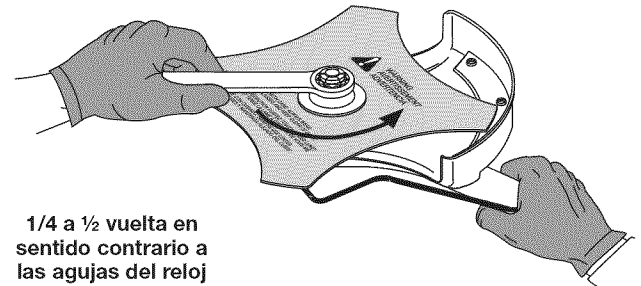

Fig. 17
- Si no tiene una llave dinamométrica, use una llave de boca cerrada o de cubo de 5/8 de pulgada. Gire la tuerca hasta que el retén de la cuchilla quede ajustado contra el buje del eje. Asegúrese de que la cuchilla esté bien instalada, luego gire la tuerca 1/4 o 1/2 vuelta más en sentido contrario a las agujas del reloj (Fig. 17).